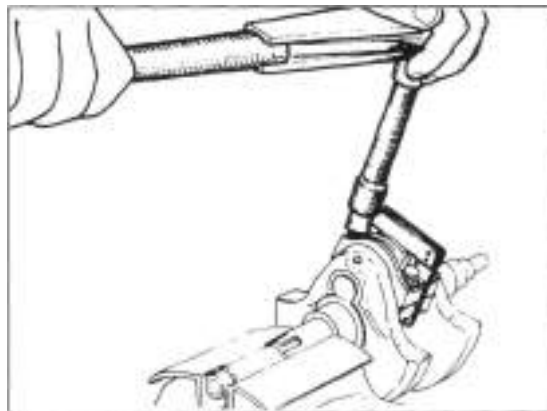

Bild 198
- Dabei mit **DUCATI-Werkzeug 88765.1 000**, erhältlich in drei Dicken (Bild 198; 0,1, 0,2 und 0,3 mm dick), Axialspiel der Pleuel auf Hubzapfen ausgleichen.